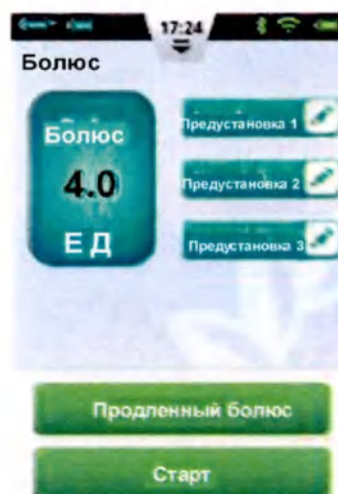

Рисунок 47
2. Использовать Предварительную установку: Если предварительная установка уже запрограммирована, нажмите левую часть кнопки, и в крайнем левом углу появится значение в виде количества болюса. Появится маленькая стрелка, которая связывает выбранную предварительную установку с количеством болюса (рисунок 47). Теперь вы можете ввести болюс, нажав кнопку Пуск, как описано в Разделе 6.2.